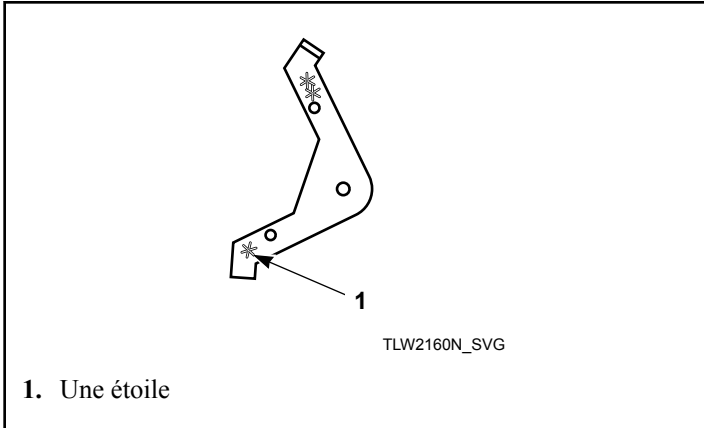

Figure 34
2. Installer le levier d'extension en plaçant la branche à une étoile vers le bas. Se reporter à la *Figure 34*.